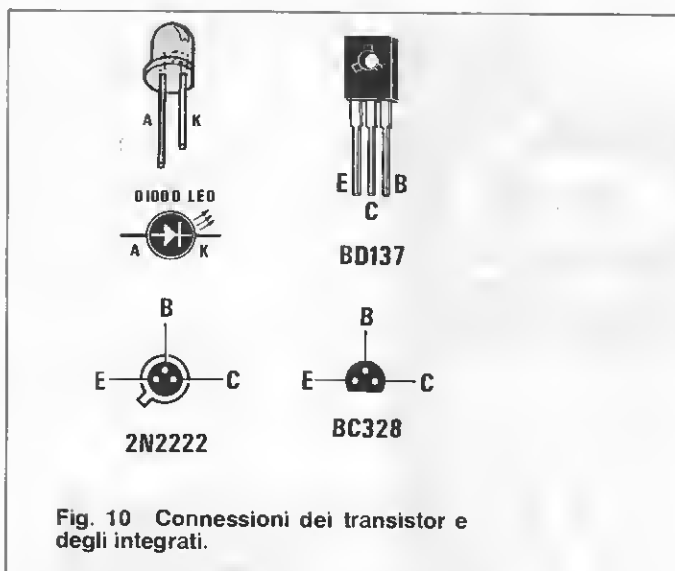

Fig. 10 Connessioni dei transistor e degli integrati.
**Fig. 1** Foto dell'Italia (vedi CO3 di fig. 10) con un Ingrandimento X1 (cioè ridotta di quattro volte). Sulla sinistra si può notare l'isola di Maiorca, la Tunisia, la Sardegna tra breve interessata dalla perturbazione proveniente dal Nord-Africa e una leggera nuvolosità in prossimità di Bari e una su Castrovillari in Calabria. Se avessimo potuto stampare questa foto a colori, vedreste ancora delle sfumature bordò-arancione, verdi e giallo scuro corrispondenti a nebbia, foschia, nuvole temporalesche ecc. ecc. Questa foto come accenniamo nell'articolo la possiamo ingrandire ancora 2 e 4 volte.
**Fig. 3** Sulla destra una foto ingrandita X2 (vedi CO3 di fig. 10). Una nuvola temporalesca staziona sul mar Tirreno dall'Isola d'Elba alla Corsica. Sul mare, a sud della Sardegna è presente solo una leggera nuvolosità. Il colore di questa nuvola non è azzurro come vedesi in questa foto, ma leggermente rosato.